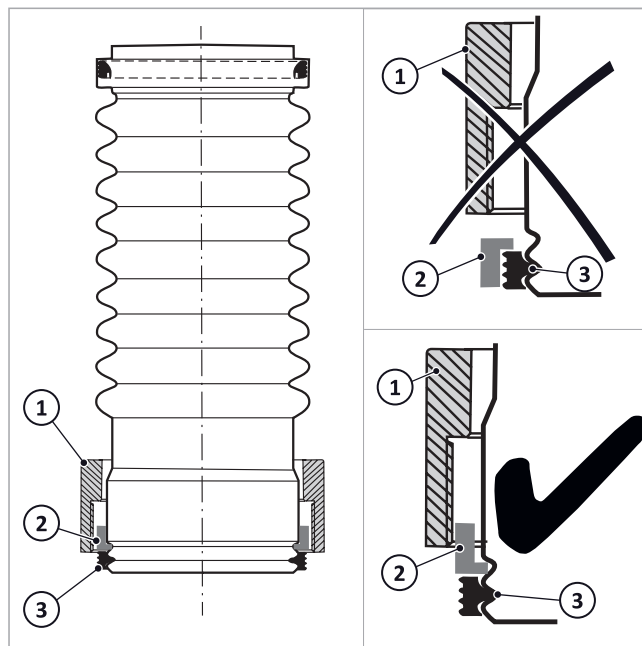

Fig. 40 : raccord vissé en place
1. Comme indiqué sur la → fig. 40, faites glisser l'écrou-raccord (1), le circlip (2) et le joint (3) sur l'extrémité inférieure du tuyau du raccord d'évacuation des gaz.